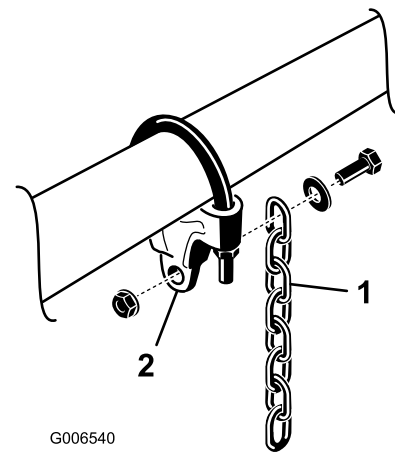

Figura 7
- Monte uma corrente de elevação em cada suporte da corrente com um parafuso, uma anilha e uma porca, posicionando conforme indicado em Figura 7